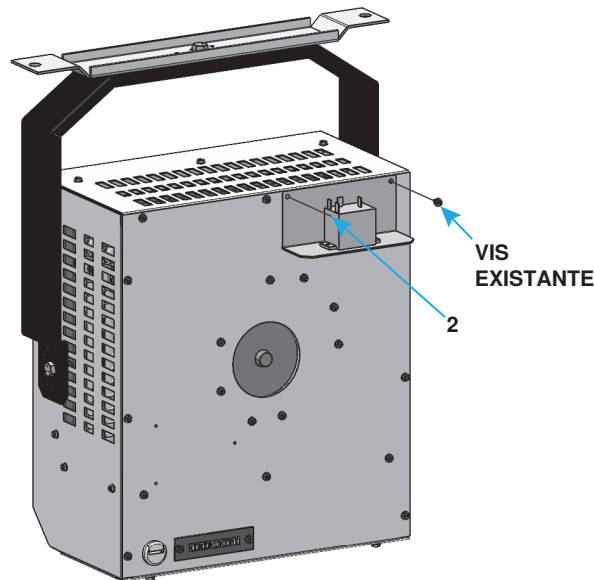

Figure 4. Installation de relais—modèle EUHC (reportez-vous au Tableau 2)
- b. Pour le modèle de chauffage électrique EUHC (voir Figure 4) :
- (1) À l'arrière du radiateur, enlevez et gardez la vis existante illustrée.
- (2) Fixez l'ensemble de relais (1) tel qu'indiqué à l'aide de la vis existante et de la vis (2).